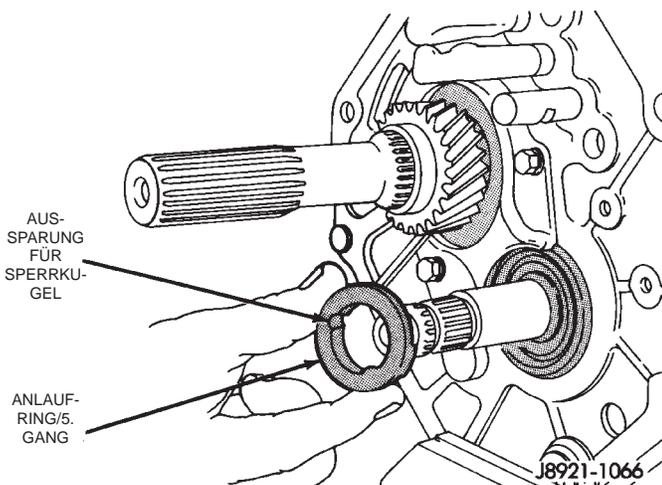

Abb. 59 Anlaufsring/5. Gang ausbauen
(11) Den Anlauf ring für den fünften Gang von der Vorgelegewelle abnehmen (Abb. 59).